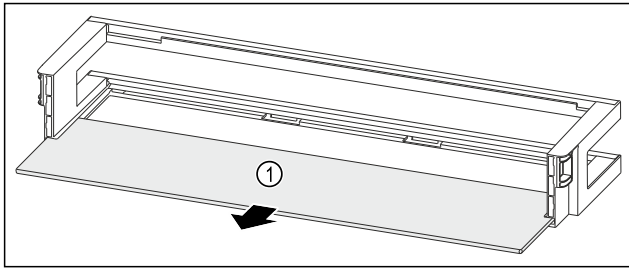

Fig. 114 Рафт на врата с рафт
- ▶ Свалете рафта Fig. 114 (1).